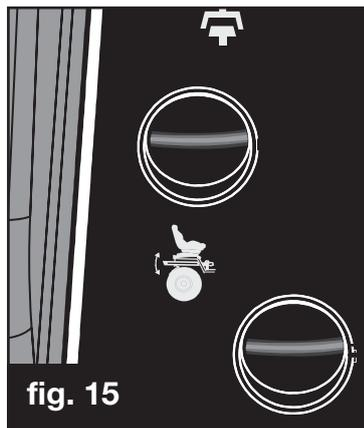

fig. 15
(Fig 15 & 16)
Le mécanisme de relevage auxiliaire (bac à herbe) est élevé en actionnant un commutateur (Fig 15) au tableau de bord - vers le HAUT pour élever et vers le BAS pour abaisser.
*(Tracteurs avec bac électrique)* (Figs. 15 & 16)